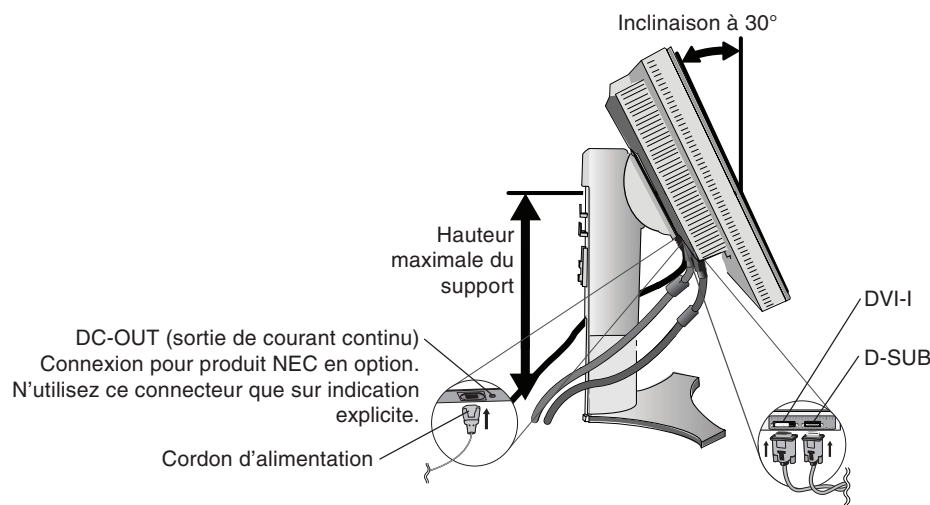

Figure C.1
3. D'une main, saisissez la partie supérieure du moniteur à l'aide de la poignée et de l'autre main saisissez la partie inférieure, puis inclinez l'écran LCD selon un angle de 30 degrés et levez l'ensemble jusqu'à la position la plus haute (**Figure C.1**).
4. Branchez tous les câbles aux prises appropriées (**Figure C.1**).